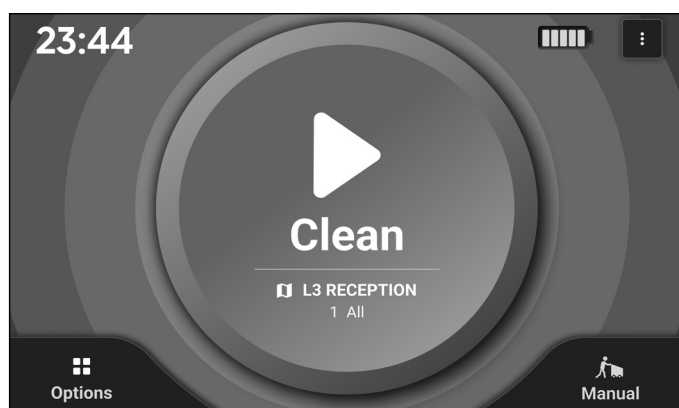

Abbildung 38
20. Wenn die Einrichtung abgeschlossen ist, drücken Sie auf „Reinigen“, um die Reinigung zu starten (Abb. 38). Weitere Informationen zur Arbeit mit Karten finden Sie im Web-Benutzerhandbuch.